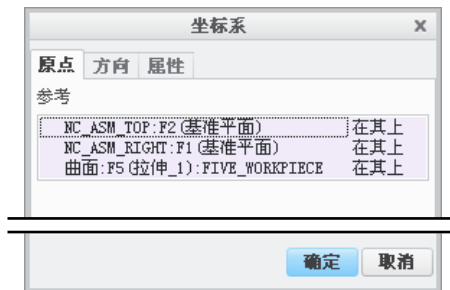
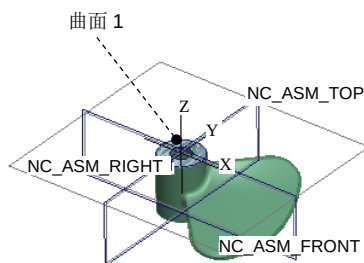

图 7.3.7 “坐标系”对话框
图 7.3.8 创建坐标系
Step7. 设置机床坐标系。在“操作”操控板单击  按钮，在弹出的菜单中选择  命令，系统弹出图 7.3.7 所示的“坐标系”对话框。按住 Ctrl 键依次选择 NC_ASM_TOP、NC_ASM_RIGHT 基准平面和图 7.3.8 所示的曲面 1 作为创建坐标系的三个参考平面，单击 **确定** 按钮完成坐标系的创建。在“操作”操控板中单击  按钮，此时系统自动选择了新创建的坐标系作为加工坐标系。